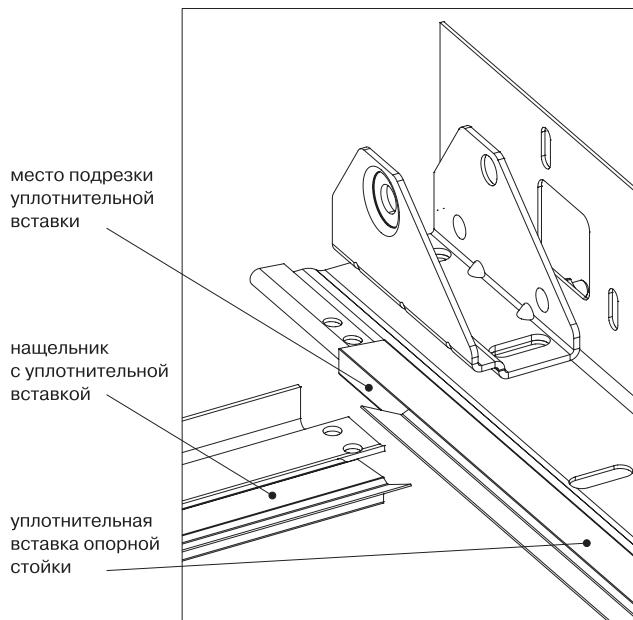

Рис. 7.2.
- Произвести подрезку уплотнительных вставок, устанавливаемых в опорные стойки (рис. 7.2). Подрезается эластичная часть вставки таким образом, чтобы перекрытие уплотнительных вставок опорной стойки и нащельника происходило по эластичным частям внахлест. Уплотнительная вставка нащельника должна накладываться на вставку опорной стойки (при взгляде с наружной стороны ворот).